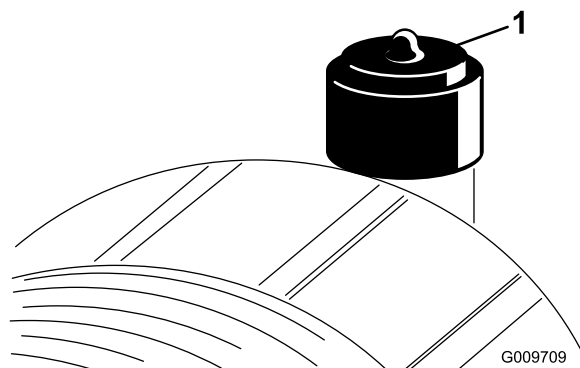

Рисунок 46
Обслуживание фильтра воздухоочистителя следует производить только тогда, когда этого требует индикатор технического обслуживания (Рисунок 46). Более частая замена воздушного фильтра (без необходимости) ведет лишь к повышению вероятности попадания грязи в двигатель при снятии фильтра.
2. Сбросьте показание индикатора (Рисунок 46) при наличии сигнала красного цвета.